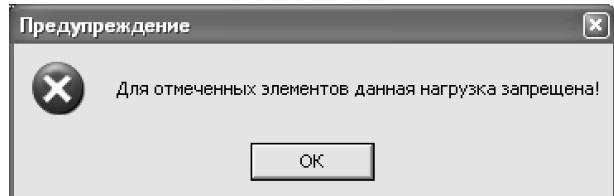

Рис.4.20. Диалоговое окно **Предупреждение**
- На экране появляется окно **Предупреждение** (рис. 4.20) в котором нажмите кнопку **OK**.